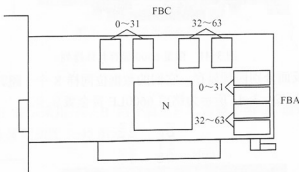

图 3-39 8 颗显存排列示意图
(1) 如果 MATS 测试显示有 FBA、FBC 两个通道，那么显存排列如图 3-39 所示。